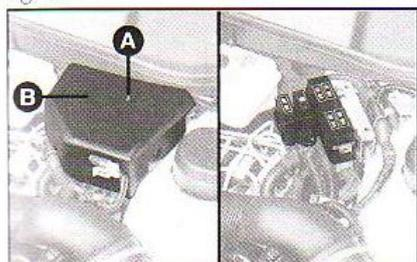
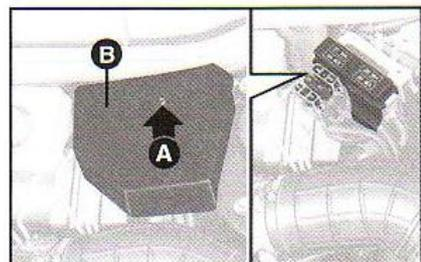

fig. 56
fig. 57
- Retirar o parafuso A-fig. 56 ou A-fig. 57 e remover a tampa de proteção B.
### Fusíveis no vão do motor - fig. 57 ou 61.